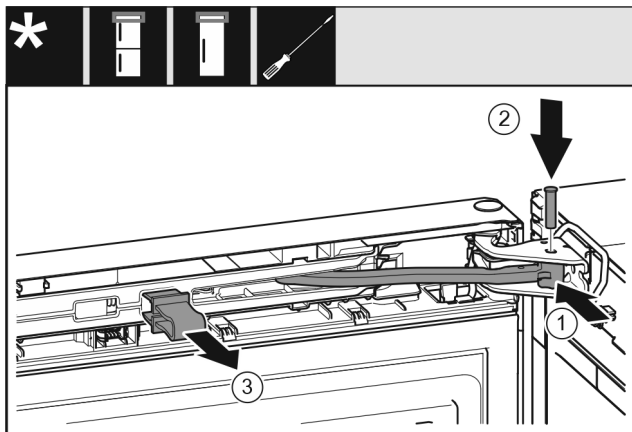

Fig. 24
- ▶ Ruotare il giunto articolato nel blocco di supporto. Fig. 24 (1)
- ▶ Inserire il perno nel blocco di supporto e nel giunto articolato. Fare attenzione che la camma di arresto sia correttamente in sede nella scanalatura. Fig. 24 (2)
- ▶ Rimuovere la protezione. Fig. 24 (3)